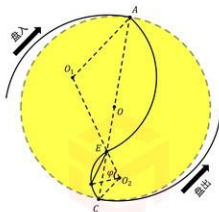

图 4.18: 情况三判断角示意图
3. 当该点位于第二段圆弧时, 此时的判断角 φ 如图 4.18 所示: